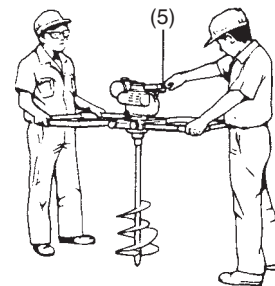

Рис. 5
- 5) Оператор, находящийся на стороне рукоятки стартера, быстро тянет возвратный стартер, продолжая удерживать рукоятку и не позволяя ей защёлкнуться обратно. (Рис. 5)
- 1) Оба оператора должны крепко держать рукоятку двумя руками, устойчиво стоя на земле, чтобы устройство не нарушило равновесие. (Рис. 5)
- 2) Поместить конец бура на место, где будет производиться бурение и привести его в движение для выемки грунта. Благодаря встроенному центробежному сцеплению эта работа не требует много усилий. (Рис. 5)